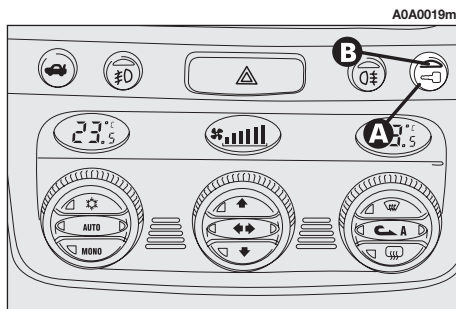

fig. 11
Pour fermer la porte, tirer le battant puis, pour empêcher l'ouverture de l'extérieur de la porte, appuyer sur la touche (A-fig. 11) placée sur la planche, le voyant de dissuasion (B) placé sur cette touche s'allume d'une lumière jaune pour confirmer le verrouillage.